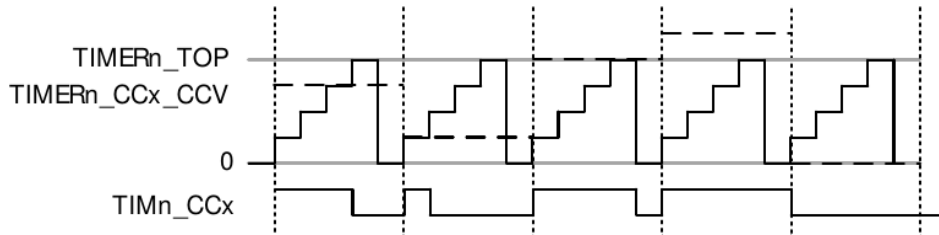

Figura 10.1: Generació de PWM amb un timer [24, pàgina 262]
Per generar PWM, el Timer es configura el seu registre **TOP** per a que ens doni la freqüència de funcionament del PWM desitjada. El que farà el Timer és comptar sempre fins a TOP i re-iniciar-se en quan hi arribi. Per generar el duty cycle el que es fa es posar el valor desitjat al registre **COMPARE (CC)**. El que farà el Timer és treure un '1' mentre el comptador no arribi a CC, llavors posarà un '0' a la sortida fins que el comptador arribi a **TOP**, on tornarà a començar el cicle (Figura 10.1)..